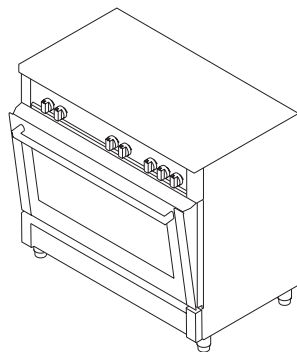

Рис. 28
4. Затем закрепите защитную панель между духовкой и передней крышкой, осторожно закрыв крышку. (рисунок 28)